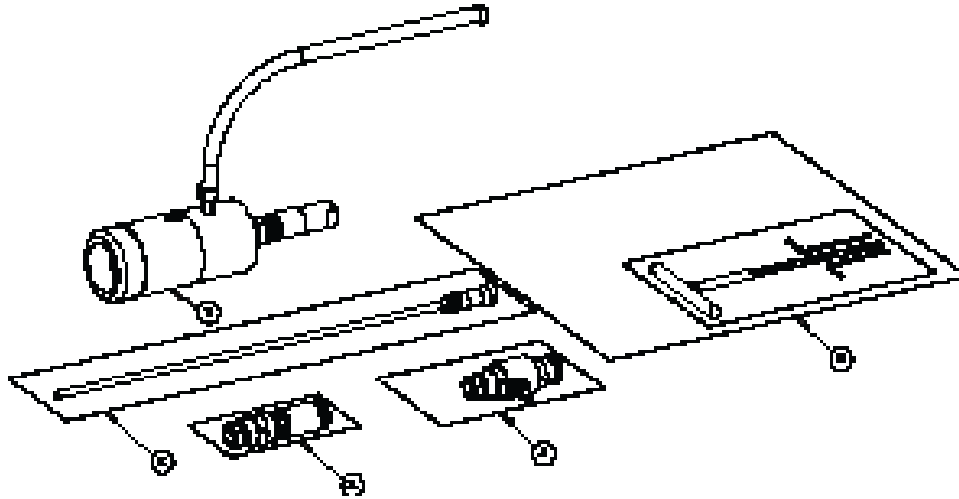

Figure 1A: Chalumeau Refroidi par Air QFA600
2. Vérifier la présence de tous les articles illustrés sur la Figure 1A ou 1B et les identifier. En cas d'absence de l'une quelconque des pièces, bien vouloir en aviser le distributeur de soudage Tweco local ou le service clientèle de Tweco® Products au 1-800-231-9353.